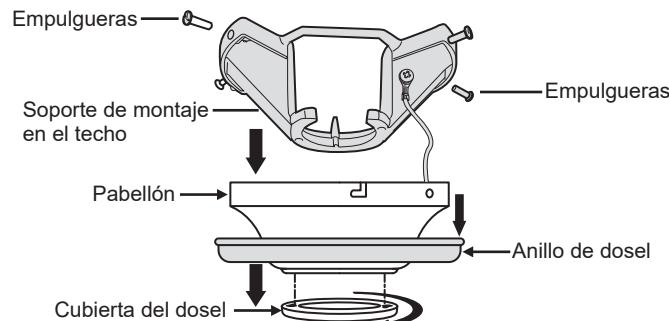

Fig. 5
**Paso 1.** Retire la cubierta inferior del dosel decorativo del dosel. (**Fig. 5**)
**Paso 2.** Retire la cubierta decorativa del tornillo de montaje de la cubierta y afloje los cuatro tornillos en la parte superior de la cubierta. Retire los dos tornillos sin ranura y afloje los tornillos ranurados. Esto le permitirá quitar el soporte de montaje en el techo. (**Fig. 5**)
**Paso 3.** Retire el soporte de montaje del techo del dosel aflojando los dos tornillos en la parte inferior del soporte de montaje del techo. Gire el dosel en sentido antihorario y retírelo. (**Fig. 5**)